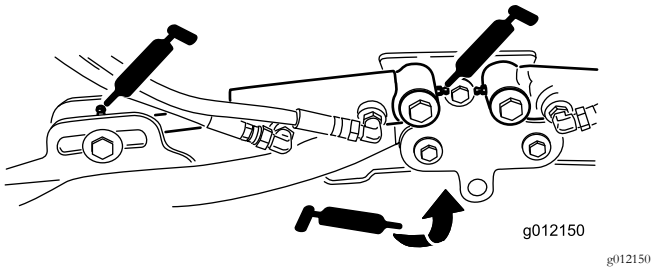

図 46
- 昇降アームのシリンダ各カッティングユニットの2ヶ所 図 46
- 昇降アームのピボット各アームに1ヶ所 図 46